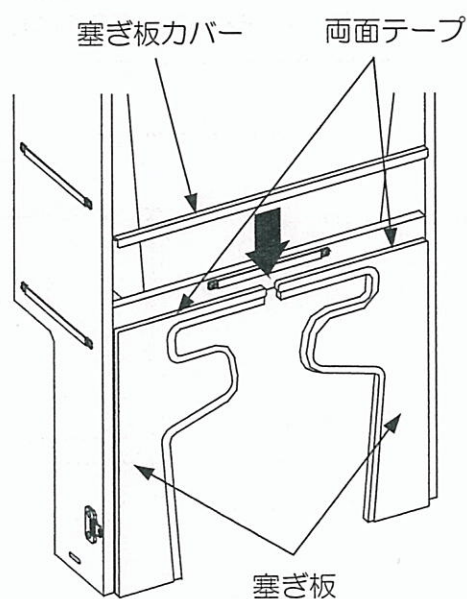

図6-6
- (4) 塞ぎ板の両面テープ離型紙をはがし、塞ぎ板カバーを塞ぎ板上面にはめてください。(図6-6)